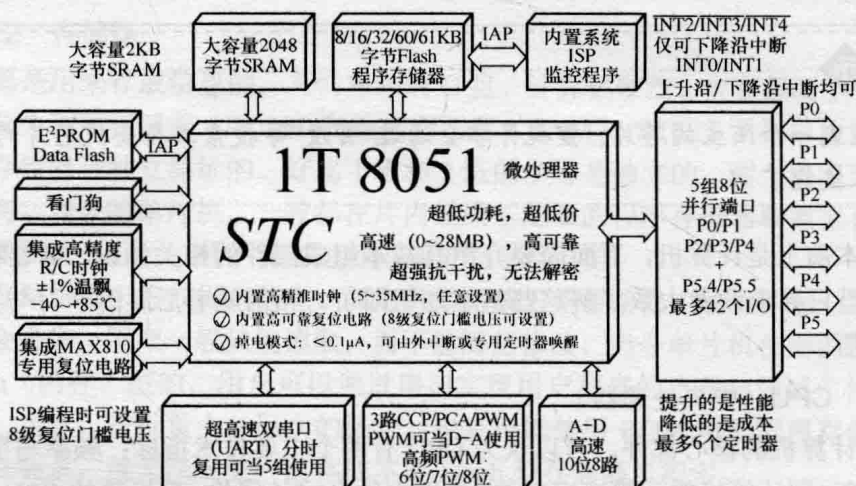

图 1-6 STC15F2K60S2 单片机组成框图
前面已经说到，单片机本质上是计算机，它将 CPU、存储器、各种 I/O 接口集成在一块芯片上，通过引脚与外界联系，组成单片机应用系统。那么，单片机芯片内部到底包括了哪些部件呢？图 1-6 所示为官方数据手册给出的 STC15F2K60S2 单片机组成框图。
请认真阅读图 1-6，结合数据手册，列出 STC15F2K60S2 单片机的组成部件。
2. STC15F2K60S2 单片机的片内资源很丰富，比传统的 8051 单片机，多集成了许多实用的部件。正如厂家所说：提升的是性能，降低的是成本。请对照图 1-6，说说 STC15F2K60S2 单片机相对于传统的 8051 多了哪些资源？